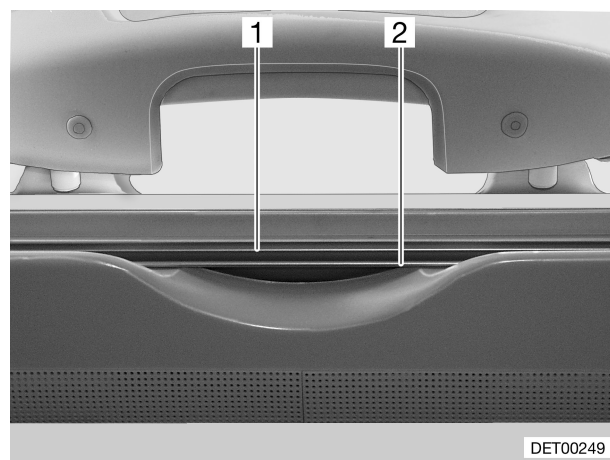

Bild 44 Rollo-Verriegelung Hebe-Kippdach
- Mit der anderen Hand die Entriegelungsleiste (Bild 44,1) am Griff des Insektenschutzrollos (Bild 44,2) in Richtung Griff drücken. Die Verriegelung wird gelöst.
- Insektenschutzrollo am Griff festhalten und die Entriegelungsleiste (Bild 44,1) in Richtung Griff drücken. Die Verriegelung wird gelöst.